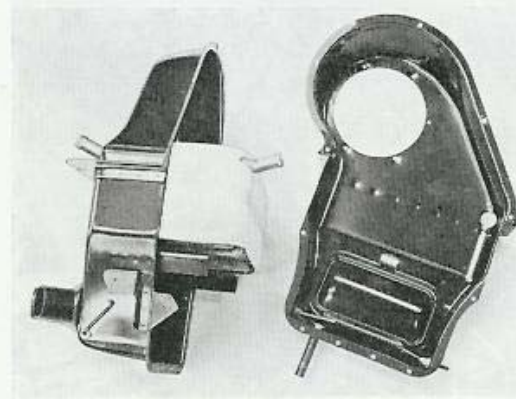

Bild 64. Bilvärmare åtskild
2. Lossa skruvarna som håller värmarens halvor och skilj dem åt (bild 64).